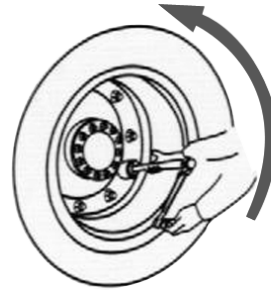

Fig.2 – Montagem do soquete no prolongador/Montaje del soquete en el prolongador
5. Após destravada a porca, para retirar-la mais rapidamente, monte o soquete no prolongador com a manivela e gire a manivela conforme **fig. 2**.
5. *Después de destrabar la tuerca, para retirarla más rápidamente, monte el soquete en el prolongador con la manivela y gire la manivela de acuerdo a la fig. 2;*